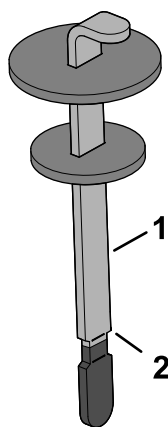

図 180
4. 補給口の首からディップスティックを抜き、ウェスできれいに拭う。もう一度首に差し込んで引き抜き、オイルの量を点検する。ディップスティックのマークまであれば適正である **図 180**。